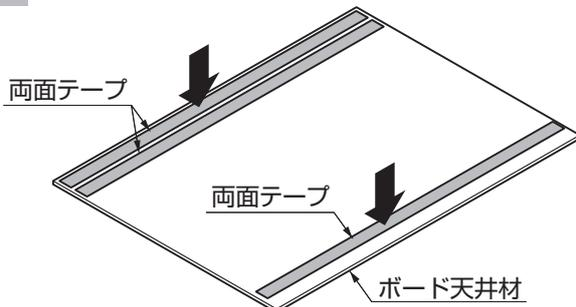
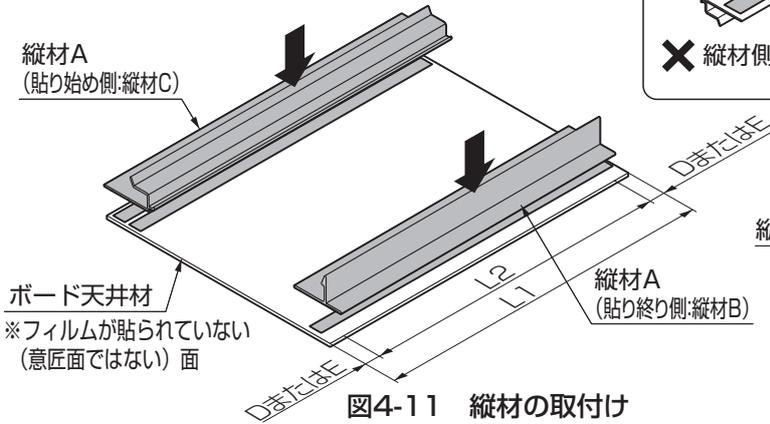

図4-10 両面テープの貼付け
図4-11 縦材の取付け
- ② 両面テープの上から、ゴムローラー又は指で押し付けてボード天井材に圧着させてください。(図4-10を参照)
- ③ ボード天井材に貼った両面テープの上に縦材(A・B・C)を貼ってください。
- ④ 縦材の上から、ゴムローラー又は指で押し付けて縦材をボード天井材に圧着させて、貼付けてください。(両面テープや縦材の貼る位置は、図4-11、4-12を参照)